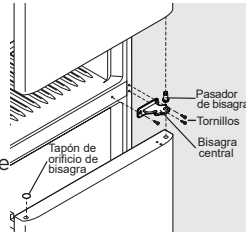

figura 2
3. Usando una llave de cubo de 5/16 pulg., afloje los 3 tornillos de la bisagra superior (consulte la Figura 2).
- Desenrosque el pasador de la bisagra central con una llave ajustable y déjelo a un lado (consulte la figura 2).
- Retire los 3 tornillos de la bisagra central con un destornillador Phillips y coloque la bisagra central a un lado (consulte la figura 2).